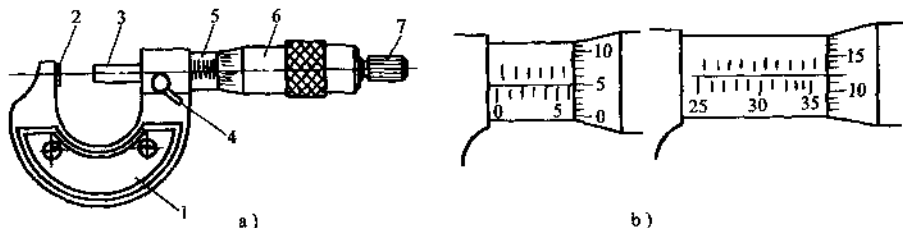

图 2-6 千分尺
6. 千分尺 千分尺是一种精度较高的量具，如图 2-6 所示。